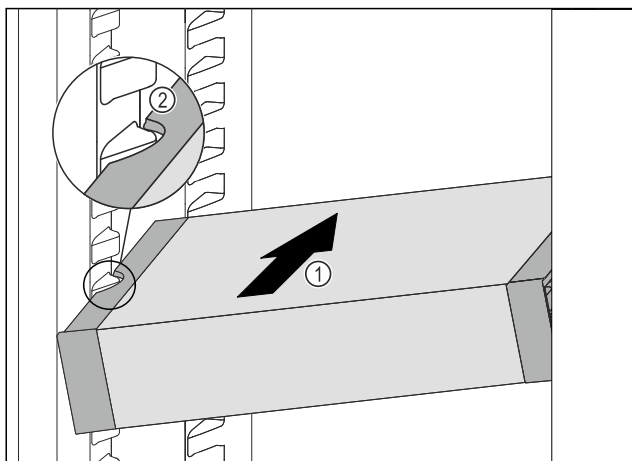

Fig. 109
- Skyv VarioSafe skrått inn i kjøleskapsdelen Fig. 109 (1), til utsparingene på sidene av Fig. 109 (2) VarioSafeser på nivå med rillene i kjøleskapet.